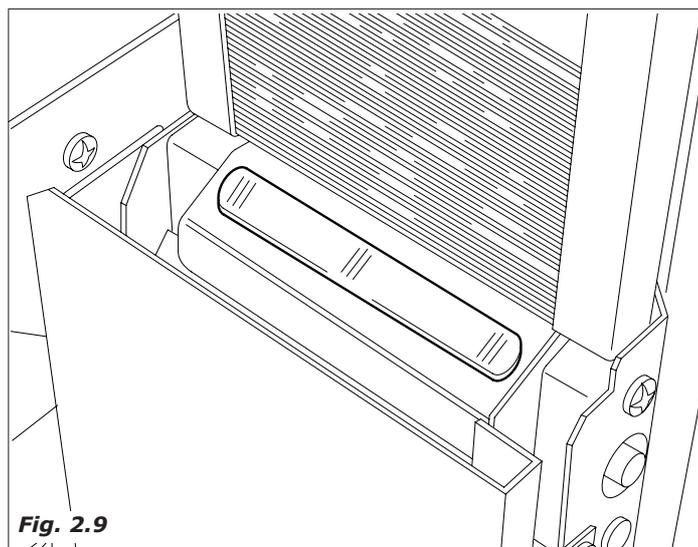

Fig. 2.9
- Se activa el motorreductor que acciona el dispositivo encargado de empujar y hacer caer la paletina en el vaso (Fig.2.9).